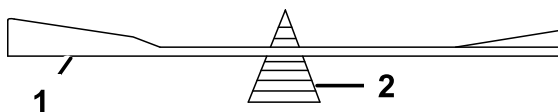

Figure 70
2. Vérifiez l'équilibre de la lame en la plaçant sur un équilibreur (Figure 70).